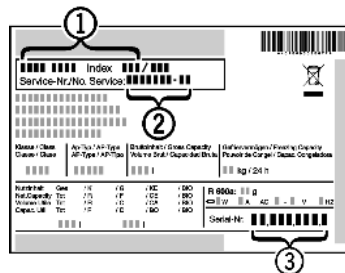

Fig. 7
- ▶ Očitajte naziv uređaja *Fig. 7 (1)*, servisni broj *Fig. 7 (2)* i serijski broj *Fig. 7 (3)* s tipske pločice. Tipska pločica nalazi se na lijevoj unutarnjoj strani uređaja.
- ▶ Obavijestite službu za kupce i javite im kvar, naziv uređaja *Fig. 7 (1)*, servisni broj *Fig. 7 (2)* i serijski broj *Fig. 7 (3)*.